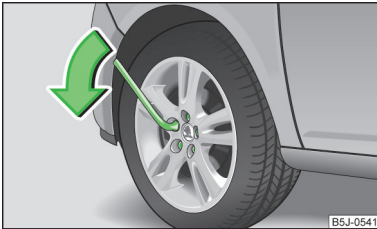

Abb. 143
- Am Schlüsselende fassen und die Schraube etwa **eine** Umdrehung in Pfeilrichtung drehen » Abb. 143.
- Am Schlüsselende fassen und die Schraube entgegen der Pfeilrichtung drehen » Abb. 143, bis diese fest ist.